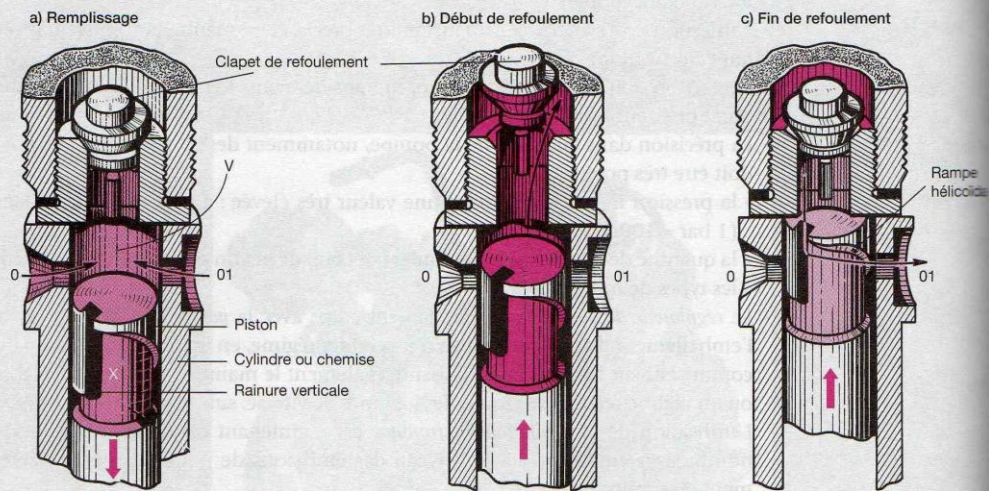

Figure 32.1. Alimentation et refoulement d'un élément de pompe en ligne Bosch
- Suivant le sens de rotation qu'il faut donner au piston pour obtenir une augmentation de la « course utile » (débit), on dit qu'il est à « rampe à gauche » ou à « rampe à droite » (fig. 32.1 à 32.5) (piston rampe à gauche).
- début d'injection « fixe » et fin d'injection « variable » (fig. 32.1 à 32.5) ;